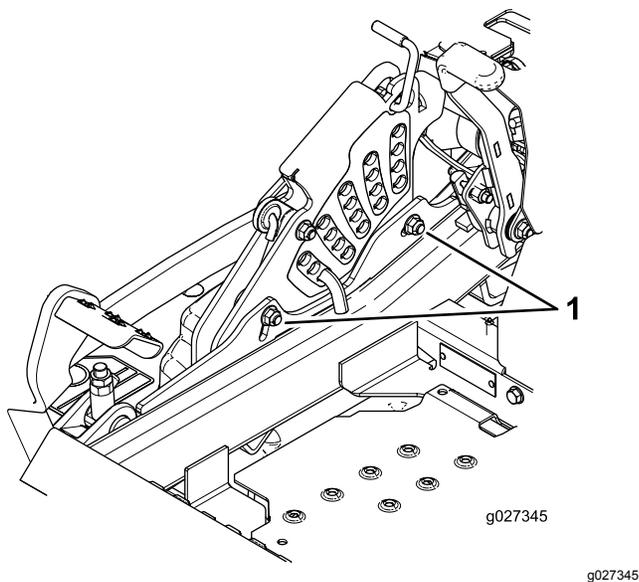

**Figure 87**
10. Le cas échéant, desserrez l'écrou Whizlock sur le côté de la chape et l'écrou de blocage sur le dessus. Ajustez précisément la vis de réglage en la tournant jusqu'à obtention d'une hauteur de 7,6 mm (3 po) (voir Figure 87).
16. Ajustez précisément la vis de réglage en la tournant jusqu'à obtention d'une hauteur de 8,3 mm (3 1/4 po) (Figure 87).